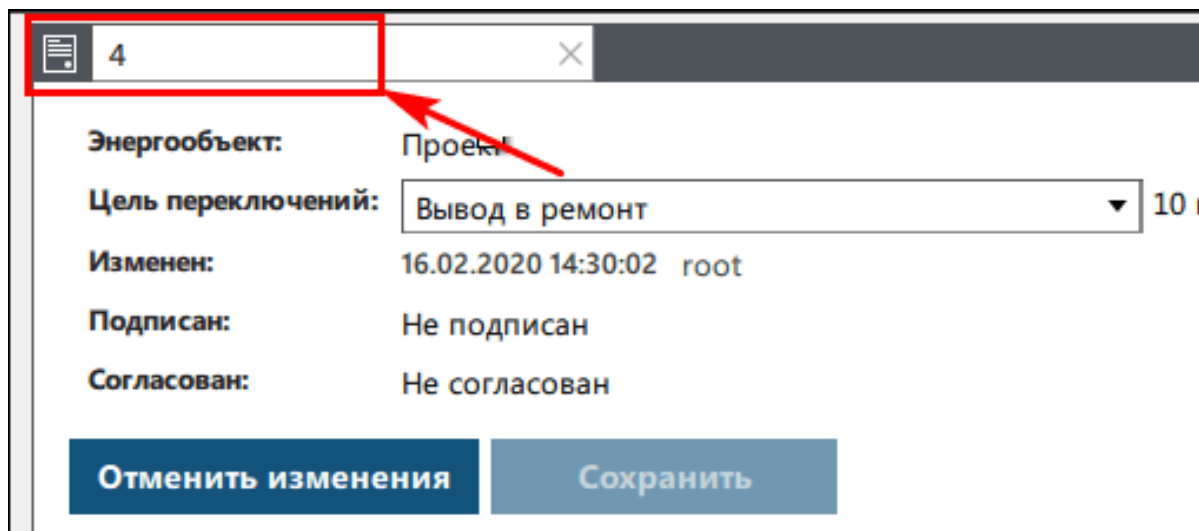

Рисунок 117 - Изменение идентификатора БП
1. Измените идентификатор бланка (по необходимости) (Рисунок 117).